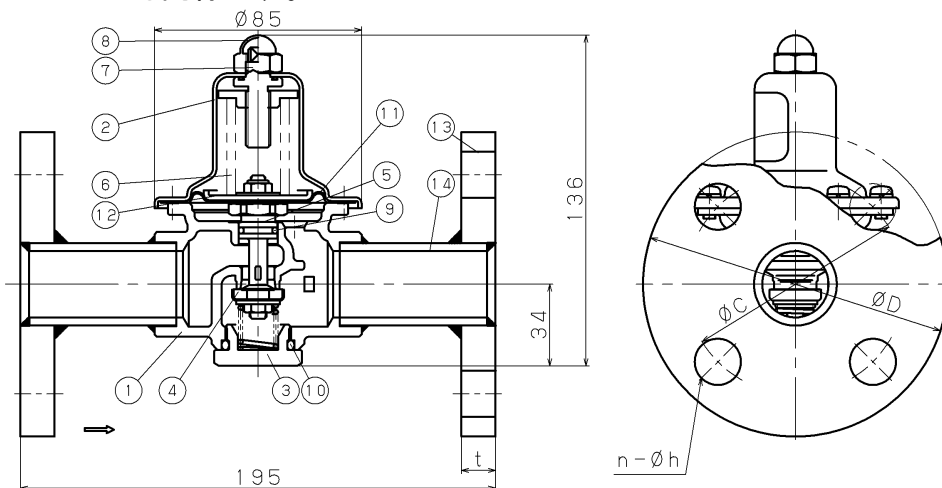
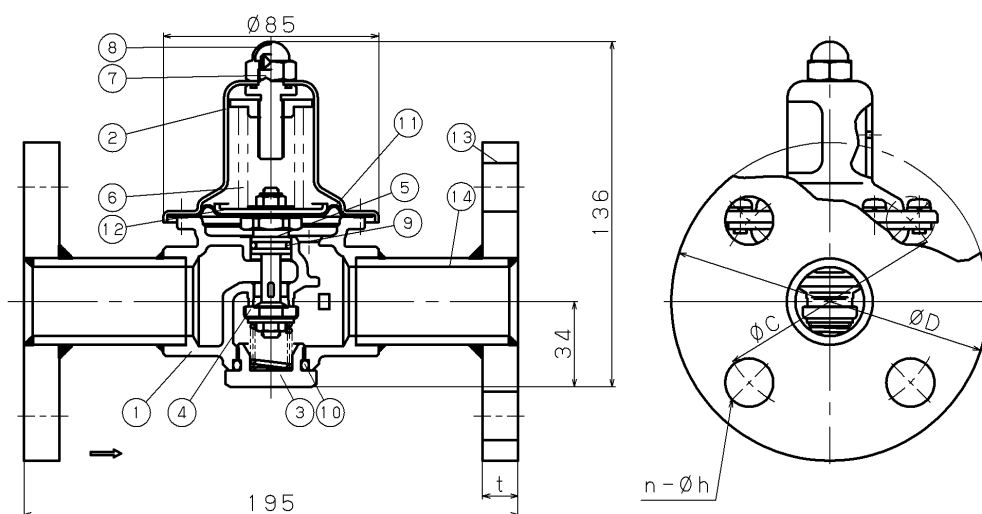

図 3.GD-43-10 型、GD-43N-10 型
図 4.GD-43G-10 型
2.2 GD-43-10 型, GD-43G-10 型(図 3, 図 4, 表 3, 及び表 4.参照)